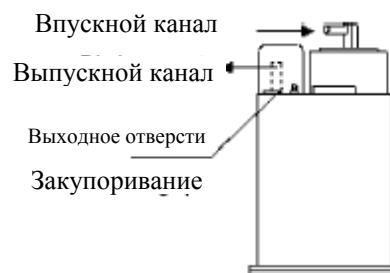

Рис. 55
- (3) Продуйте угольный фильтр: закройте выпускное отверстие, задувайте воздух (4.71бар, 48 кг-с/см²) во впускное отверстие. Воздух должен выходить из выходного отверстия (см. Рис. 55).